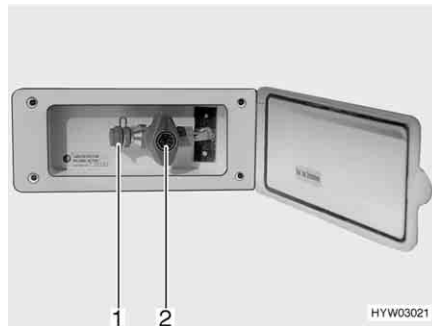

Bild 132 Extern gasanslutning, gasavstängningsventilen stängd
Den externa gasanslutningen (Bild 132) befinner sig, beroende på modell, på fordonets bakdel eller på fordonets vänstra resp. högra sida.
- Anslut den externa gasapparaten till anslutningar (Bild 132,1).
- Öppna gasavstängningsventilen (Bild 132,2).